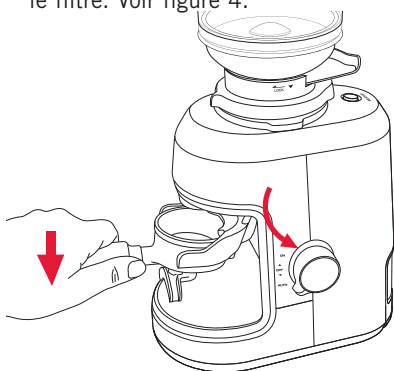

Figure 4
8. Tournez le bouton de commande sur la position « Auto » et exercez une légère pression sur la poignée en direction du bas pour que le café tombe directement dans le filtre. Voir figure 4.